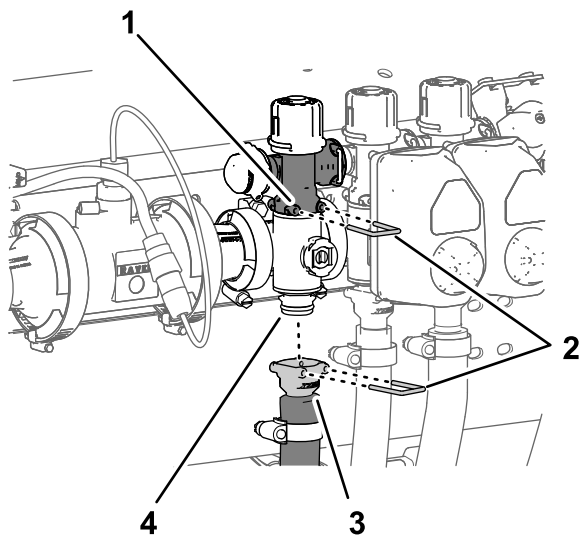

Figura 118
3. Montate il raccordo di collegamento rapido del collettore della valvola della sezione sul raccordo a scollegamento rapido della valvola di bypass della sezione mediante un perno di collegamento rapido (Figura 117 e Figura 118).
8. Montate l'accoppiatore rapido del flessibile della sezione sul raccordo di collegamento rapido del collettore della valvola della sezione mediante il perno di collegamento rapido (Figura 118).